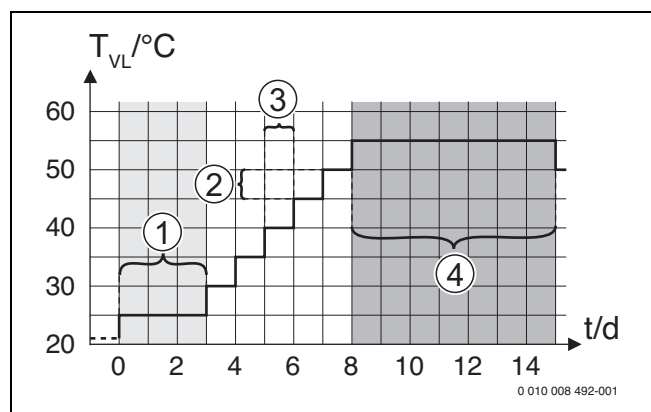
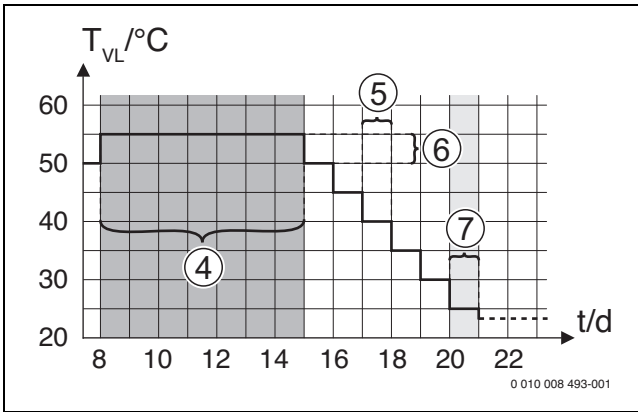

Bild 61 Ablauf der Estrichrocknung mit den Grundeinstellungen in der Aufheizphase
Bild 62 Ablauf der Estrichtrocknung mit den Grundeinstellungen in der Abkühlphase
Wartezeit bevor Start	Keine Wartezeit: Das Estrichrocknungsprogramm startet sofort für die ausgewählten Heizkreise. 1 ... 50 Tage: Das Estrichrocknungsprogramm startet nach der eingestellten Wartezeit. Die ausgewählten Heizkreise sind während der Wartezeit ausgeschaltet, der Frostschutz ist aktiv (→ Bild 61, Zeit vor Tag 0)
Startphase Dauer	Keine Startphase: Es findet keine Startphase statt. 1 ... 3 ... 30 Tage: Einstellung für den zeitlichen Abstand zwischen Beginn der Startphase und der nächsten Phase (→ Bild 61, [1]).
Startphase Temperatur	20 ... 25 ... 55 °C: Vorlauftemperatur während der Startphase (→ Bild 61, [1])
Aufheizphase Schrittweite	Keine Aufheizphase: Es findet keine Aufheizphase statt. 1 ... 10 Tage: Einstellung für den zeitlichen Abstand zwischen den Stufen (Schrittweite) in der Aufheizphase (→ Bild 61, [3])
Aufheizphase Temp.diff.	1 ... 5 ... 35 K: Temperaturdifferenz zwischen den Stufen in der Aufheizphase (→ Bild 61, [2])
Haltephase Dauer	1 ... 7 ... 99 Tage: Zeitlicher Abstand zwischen Beginn der Haltephase (Haltedauer der Maximaltemperatur bei der Estrichrocknung) und der nächsten Phase (→ Bild 61, [4])
Haltephase Temperatur	20 ... 55 °C: Vorlauftemperatur während der Haltephase (Maximaltemperatur, → Bild 61, [4])
Abkühlphase Schrittweite	Keine Abkühlphase: Es findet keine Abkühlphase statt. 1 ... 10 Tage: Einstellung des zeitlichen Abstandes zwischen den Stufen (Schrittweite) in der Abkühlphase (→ Bild 62, [5]).
Abkühlphase Temp.diff.	1 ... 5 ... 35 K: Temperaturdifferenz zwischen den Stufen in der Abkühlphase (→ Bild 62, [6]).
Endphase Dauer	Keine Endphase: Es findet keine Endphase statt. Dauerhaft: Für die Endphase ist kein Endzeitpunkt festgelegt. 1 ... 30 Tage: Einstellung des zeitlichen Abstandes zwischen Beginn der Endphase (letzten Temperaturstufe) und Ende des Estrichrocknungsprogramms (→ Bild 62, [7]).
Endphase Temperatur	20 ... 25 ... 55 °C: Vorlauftemperatur während der Endphase (→ Bild 62, [7]).
**Legende zu Bild 61 und Bild 62:**